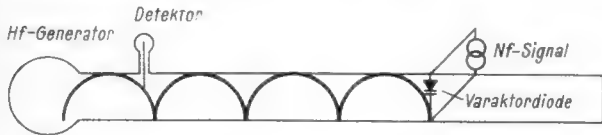

Bild 1. Phasenverschiebung einer stehenden Welle mit Hilfe einer Varaktordiode. Das Nf-Signal bewirkt dabei eine Phasenmodulation
Bild 1 zeigt schematisch die Phasenverschiebung einer stehenden Welle mit Hilfe einer Varaktordiode in einem Phasenmodulator. Gibt man die Generatorleistung auf einen an einem Ende kurzgeschlossenen Hohlleiter, so entsteht eine stehende Welle. Wird nun der Kurzschlußschieber verstellt, so ergibt sich eine Phasenverschiebung der Welle gegen den Detektor. Anstelle des beweglichen Kurzschlußschiebers kann aber auch ein fester Hohlleiterabschluß vorgesehen und die Phasenverschiebung elektronisch durch eine Varaktordiode erzeugt werden. Der Varaktor ist dann direkt in das Feld der stehenden Hohlleiterwelle im Maximum der elektrischen Feldstärke einzubauen.
Die Prinzipschaltung eines Amplitudenmodulators mit Varaktor ist aus **Bild 2** zu ersehen. Damit ist praktisch auch die Möglichkeit einer Impulsmodulation gegeben, die sich als Spezialfall der Amplitudenmodulation auffassen läßt. Die Senderenergie wird hierzu durch ein sogenanntes **Magisches T** (1) in zwei am Ende kurzgeschlossene Hohlleiter (2) aufgeteilt. Darin ergeben sich dann stehende Wellen. In einem Arm des Magischen T wird nun eine Phasenmodulation vorgenommen, wie in **Bild 1** beschrieben. Bei richtiger Justierung des Aufbaus entsteht im vierten Arm des Magischen T als Summe der in den Seitenarmen reflektierten Komponenten eine amplitudenmodulierte Schwingung.